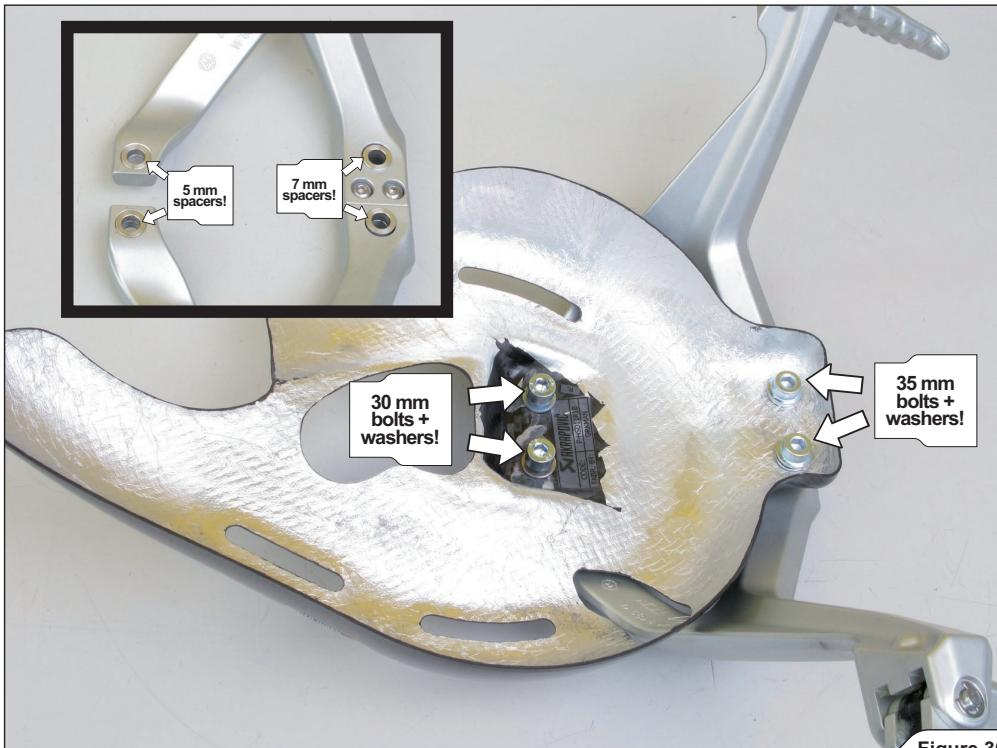

Figure 30
- Solo per uso con pedane passeggero: installare il paracalore e le pedane passeggero sul telaietto utilizzando distanziali, bulloni e rosette contenuti nel kit di installazione Akrapovič (Figure 30, 31).
- For use of passengers foot rests only: install the heat shield and passengers foot rests onto the sub-frame using spacers, bolts and washers from Akrapovič installation kit (Figure 30, 31).